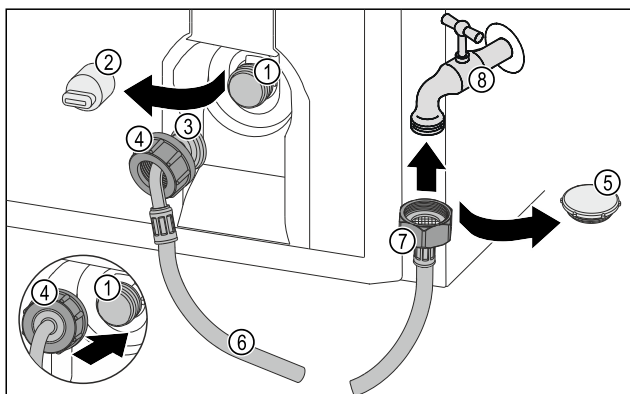

Fig. 45
- Noņemiet noslēgvāciņu Fig. 45 (5).
- Pielieciet taisno šļūtenes galu Fig. 45 (7) pie ūdens krāna Fig. 45 (8).
- Pievelciet taisnā šļūtenes gala Fig. 45 (7) uzgriezni pulksteņrādītāja kustības virzienā.